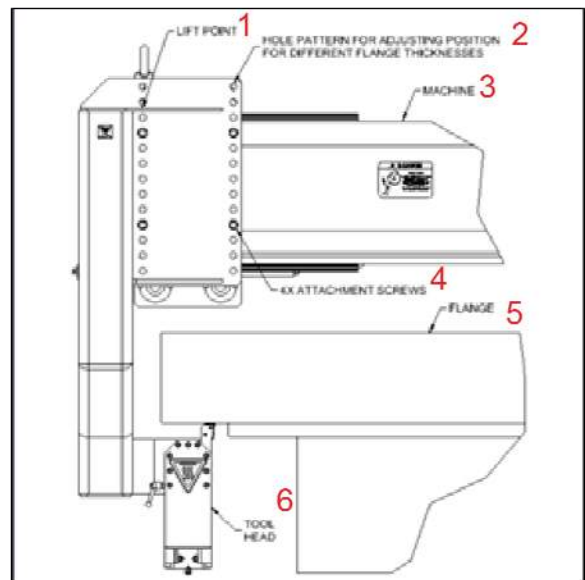

Figure 22 Fixation de la face arrière sur bride
3. Positionnez le bras d'usinage en fonction du diamètre de la bride de la pièce à usiner (voir Figure 22).